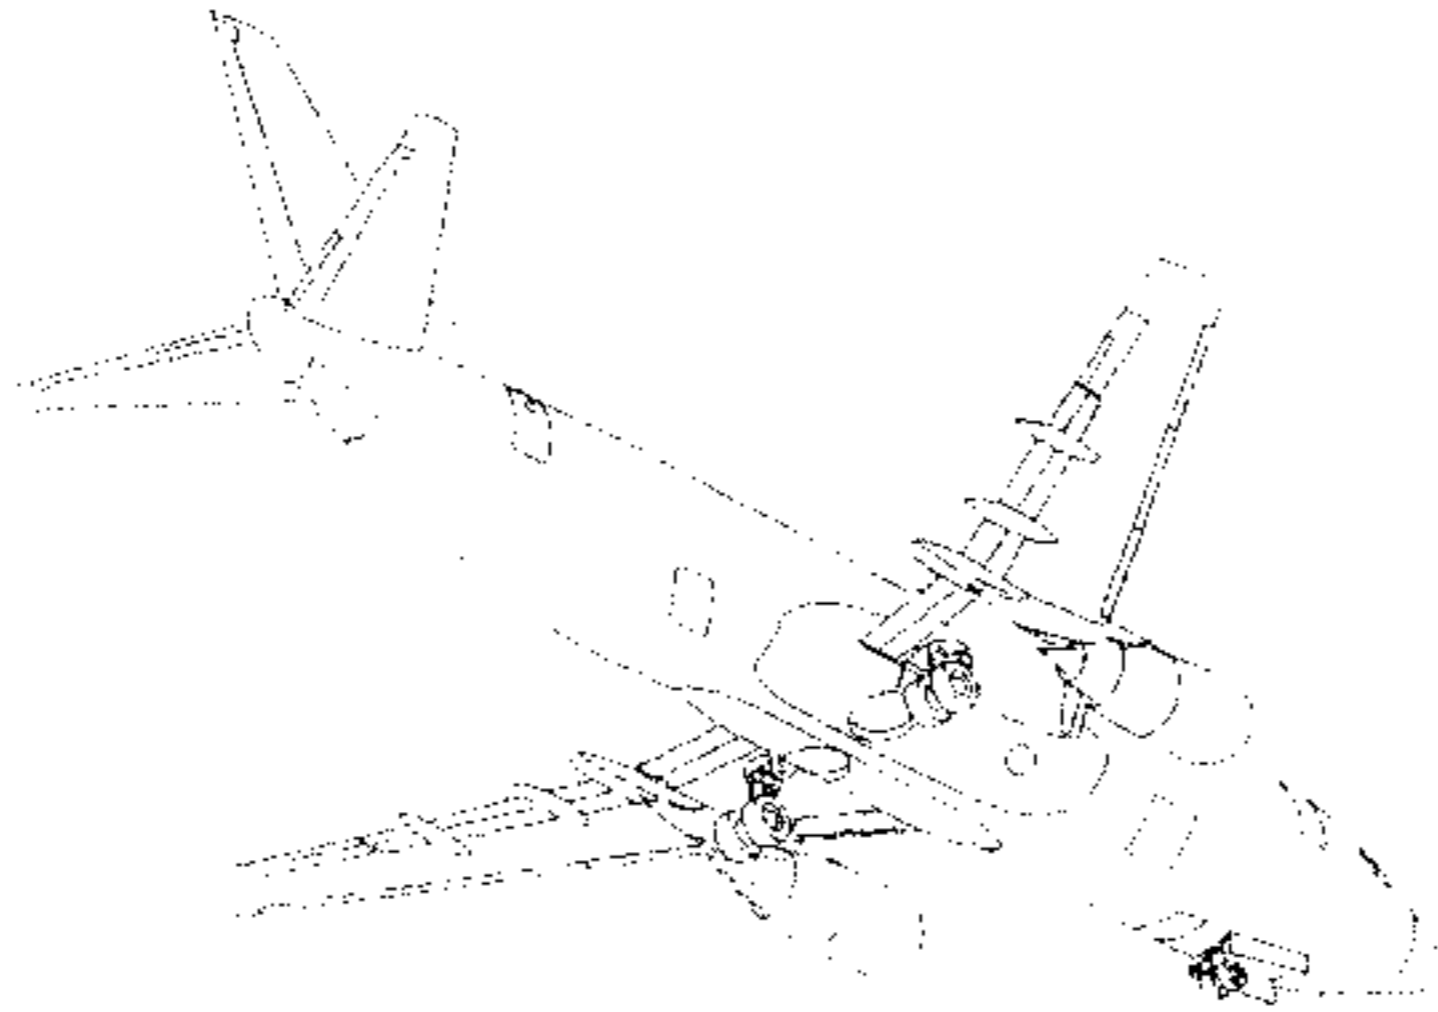

Fig. 1.
Consistono in due carrelli principali e un carrello anteriore. (cfr. Fig. 1.)
- A. Indicare i carrelli nella Fig. 1.